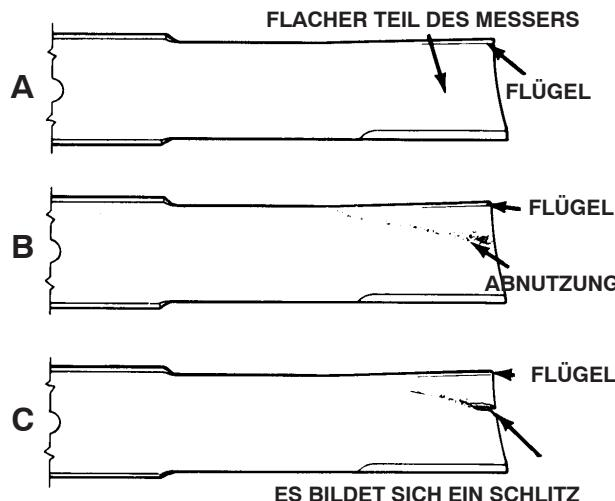

Bild 85
2. Prüfen Sie die Schnittkanten des Messers sorgfältig, insbesondere dort, wo die geraden Flächen die gebogenen berühren (Bild 85-A). Da Sand und anderes reibendes Material das Metall abschleifen kann, das die flachen und die gebogenen Teile verbindet, müssen Sie das Messer vor jedem Einsatz des Rasenmähers prüfen. Tauschen Sie das Messer aus, wenn Sie eine Abnutzung feststellen (Bild 85-B).
Wenn sich das Messer abwetzen kann, bildet sich ein Schlitz zwischen dem Windflügel und dem flachen Teil des Messers (Bild 85-C). Zuletzt kann sich ein Stück des Messers lösen und aus dem Gehäuse herausgeschleudert werden. Das kann zu schweren Verletzungen bei Ihnen selbst und Unbeteiligten führen.